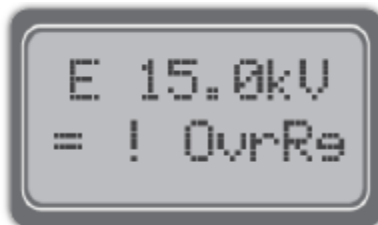

Abb. 2
- Durch einen Funken, der durch die Ionisierung der in einer Fehlstelle des Beschichtungsmaterials vorhandenen Luft verursacht wird. (Abb. 2)